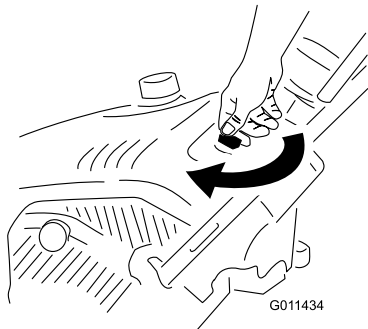

Figura 12
1. Gire la llave de contacto a la posición de Conectado (Figura 12).